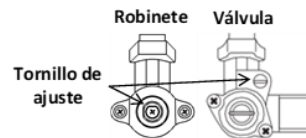

Figura 2
- Observe los grifos y encontrará a simple vista un tornillo. Figura 2